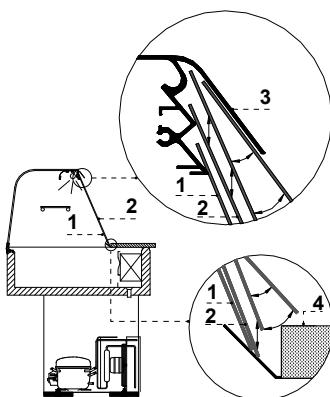

Abb.8 Montage / Demontage der Nachtblendens
8. Die Nachtblenden einbauen Abb.8